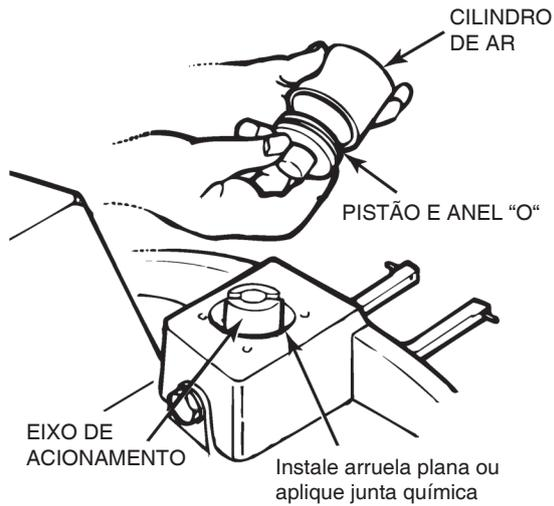

Figura 6.28
8. Instale a junta de cobre ou aplique o selante de silastic, com número Meritor 1199-Q-2981, na face de encosto do cilindro. Figura 6.28.
9. Lubrifique o anel em "O" com óleo lubrificante do eixo. Instale o anel em "O" no seu canal no pistão. Cuidadosamente, instale o pistão dentro do cilindro de ar. Figura 6.28. Não danifique o anel em "O".